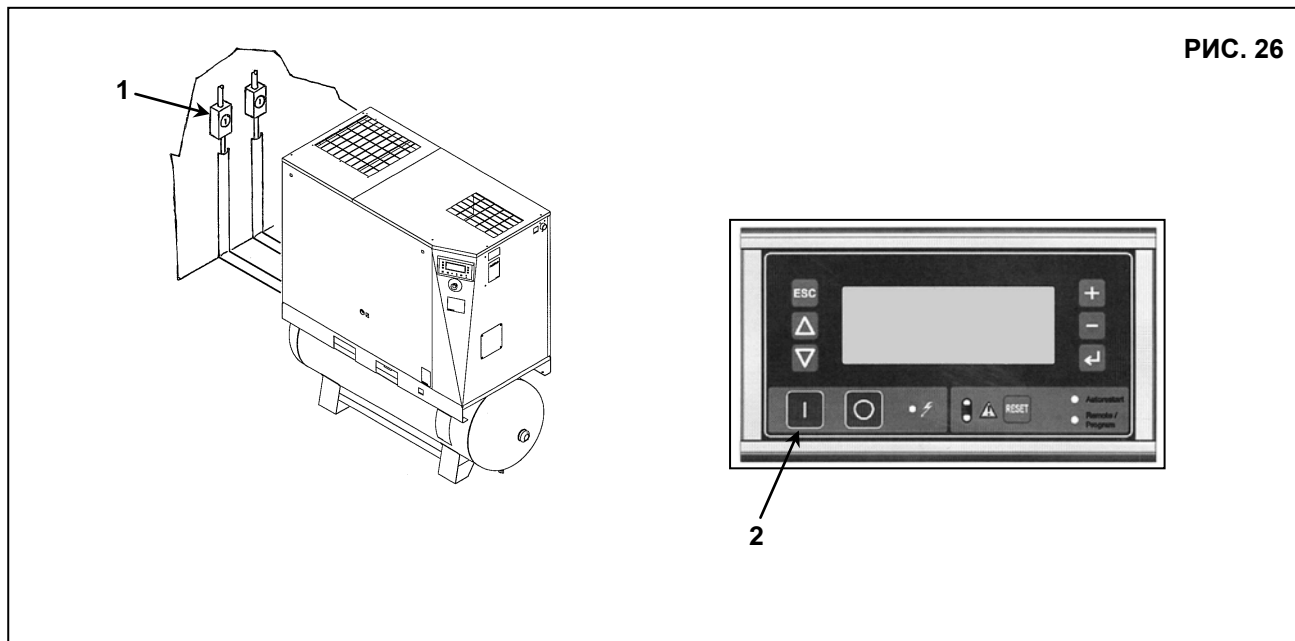

РИС. 26
- Подключите пульт управления к источнику питания с автоматическим выключателем (поз. 1, Рис. 26).
- Чтобы запустить компрессор, нажмите кнопку  (поз. 2 Рис. 26)
- Отключите электропитание и поменяйте местами провода согласно поз. 1, Рис. 26